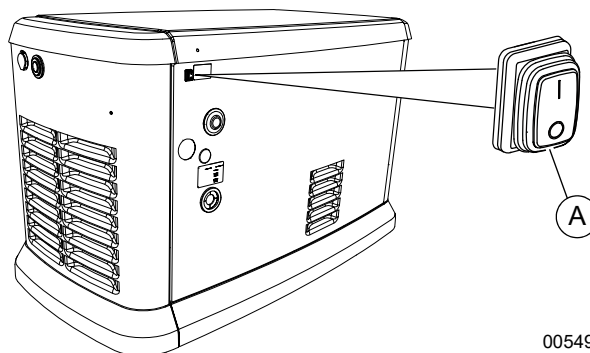

Figure 3-6. Interrupteur d'arrêt auxiliaire externe (tous les modèles)
Voir Figure 3-6. Un interrupteur d'arrêt auxiliaire (A) est prévu sur l'extérieur du panneau arrière de la génératrice. L'interrupteur d'arrêt auxiliaire arrête la génératrice et bloque les redémarrages.